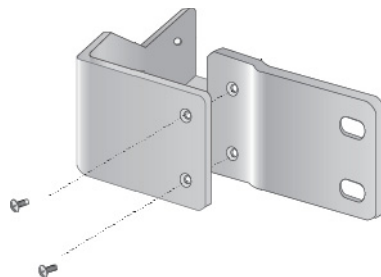

Рисунок 32. Крепление удлинителя к кронштейну
2. Прикрепите удлинитель к кронштейну при помощи винтов M4x6мм и крестовой отвертки, как это показано на рис. 32.